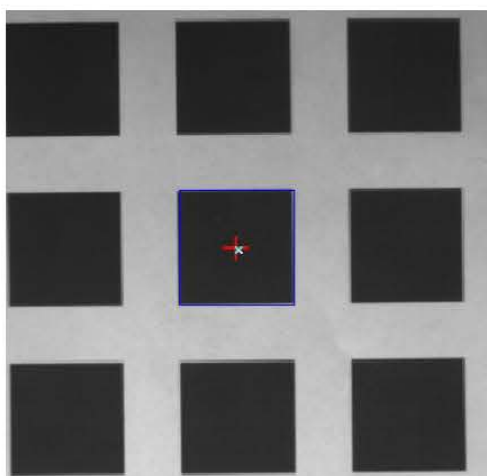

Fig. 3-47
- c) Selecione "Retângulo" na barra de ferramentas, desenhe um retângulo no gráfico modelo, e circule o padrão do modelo com o gráfico de corte precisamente através das operações como zoom in/out e pan, como na Fig. 3-47: